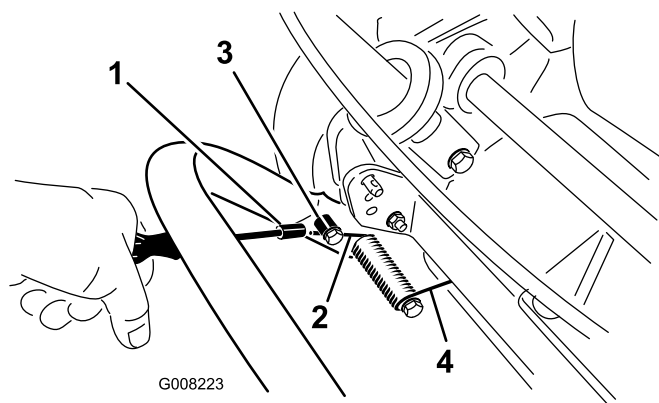

図 6
6. 後ろ向きに出ているスプリングの端にナット・ランナーをかぶせ、この端をキックスタンドのスペーサの下に引っ掛ける(図 6)。